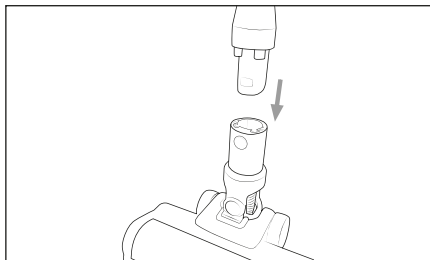

Fig. 2
- 2) Glissez le tube d'aspiration 23 dans la brosse de sol 20 jusqu'à ce qu'il s'enclenche de manière audible avec un clic (voir fig. 2). Vous pouvez également enficher la brosse de sol 20 dans l'appareil sans le tube d'aspiration 23.